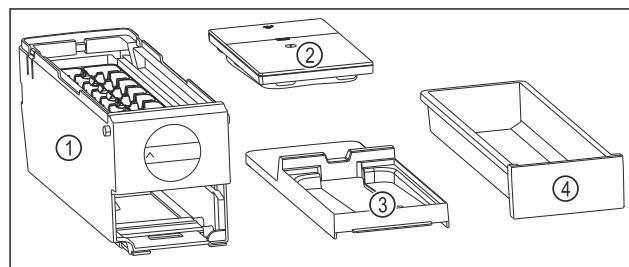

Fig. 108 Составные части EasyTwist-Ice
- EasyTwist-Ice разобран на четыре части. (см. Fig. 108)
- Разбирайте EasyTwist-Ice только на составные части, представленные на рисунке. (см. Fig. 108)
- Очищайте корпус EasyTwist-Ice Fig. 108 (1) как цельное устройство.